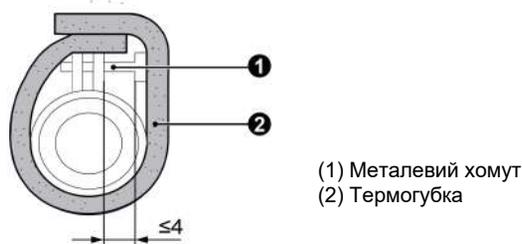

Рис.4.3.3
- (3) Виконайте теплоізоляцію хомута і шланга з прокладкою. (Виконайте теплоізоляцію після закінчення випробування дренажної системи). Див. рис.4.3.3.